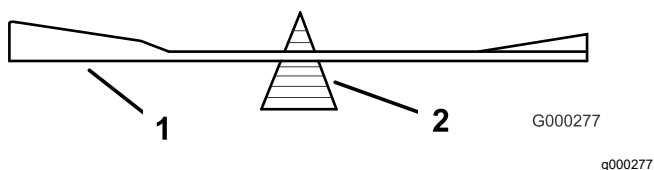

Bild 76
2. Prüfen Sie die Auswuchtung des Mähmessers auf einer Ausgleichsmaschine (Bild 76).